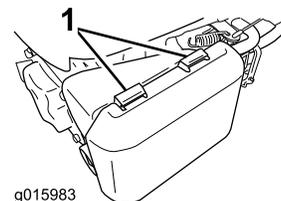

Bild 24
1. Drücken Sie die Verriegelungsnasen oben an der Luftfilterabdeckung nach unten (Bild 24).